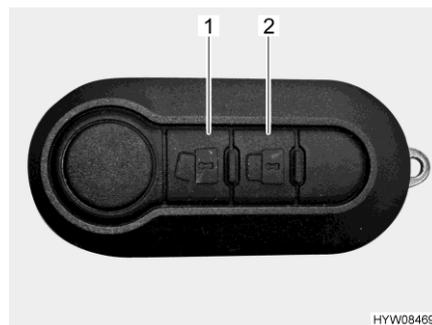

Fig. 52 Telecomando chiusura centralizzata (2 tasti)
- Sbloccaggio delle porte:** ■ Premere una volta brevemente il tasto  (Fig. 52,1). Le serrature sono sbloccate.
- Bloccaggio delle porte:** ■ Premere una volta brevemente il tasto  (Fig. 52,2). Le serrature sono bloccate.